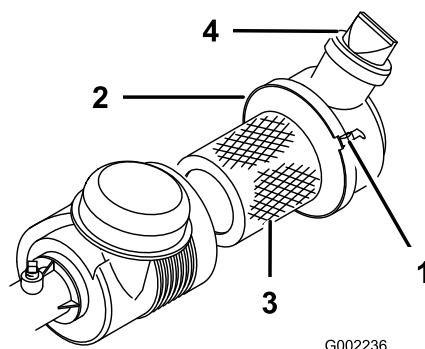

Figura 38
Verifique se existe algum dano no corpo do filtro de ar que possa provocar uma fuga de ar. Verifique se a cobertura está devidamente selada no filtro de ar. Substitua o corpo do filtro de ar se este se encontrar danificado. Aperte a válvula (Figura 38) antes de cada utilização, para eliminar quaisquer sujidades ou detritos. Efectue a manutenção do filtro de ar a cada 100 horas de funcionamento.
- Desaperte a correia do filtro de ar que prende a cobertura do filtro de ar do corpo do filtro de ar (Figura 38) e separe a tampa do corpo.
7. Prenda as correias (Figura 38).
4. Coloque a tampa com a válvula virada para baixo e prenda as correias (Figura 38).